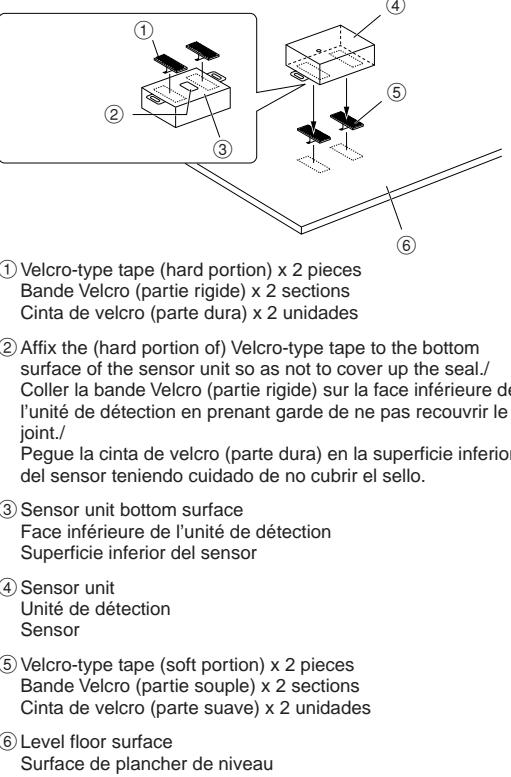

Fig. 11
- (1) Affix the supplied (hard portion) of Velcro-type tape to the bottom surface of the sensor unit. (Fig. 11)
- (2) Affix the (soft portion) of Velcro-type tape to the mounting location. (Fig. 11)
- (1) Coller la partie rigide de la bande Velcro fournie avec l'appareil sur la surface inférieure de l'unité de détection. (Fig. 11)
- (2) Coller la partie souple de la bande Velcro à l'emplacement sélectionné pour l'unité de détection. (Fig. 11)
- (1) Pegue la cinta de velcro (la parte dura de la cinta) en la superficie inferior del sensor. (Fig. 11)
- (2) Pegue la cinta de velcro (la parte suave de la cinta) en la ubicación de montaje del sensor. (Fig. 11)